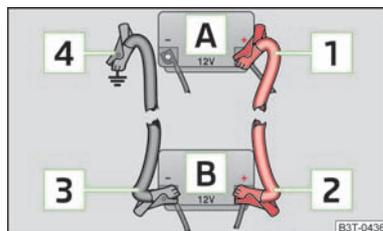

Fig. 181
- Fissare un'estremità **1** » fig. 181 al polo positivo della batteria scarica **A**.